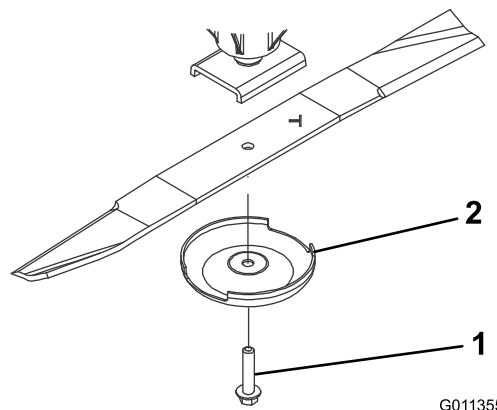

Figura 71
2. Sujete el extremo de la cuchilla usando un paño o un guante grueso. Retire del eje de la cuchilla el perno de la cuchilla, el protector de césped y la cuchilla (Figura 71).
3. Instale la cuchilla, con la vela hacia la carcasa de corte, con el protector de césped y el perno de la cuchilla (Figura 71). Apriete el perno de la cuchilla a 115-149 N·m.